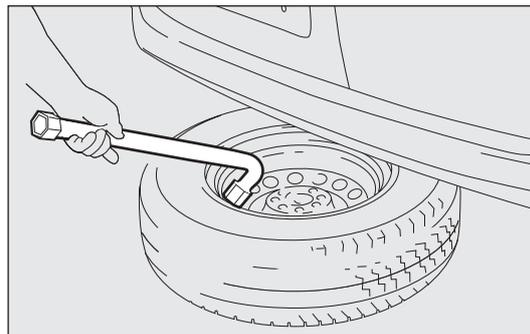

fig. 132
- utilice la llave para desmontar ruedas B para sacar la rueda del vehículo fig. 132;